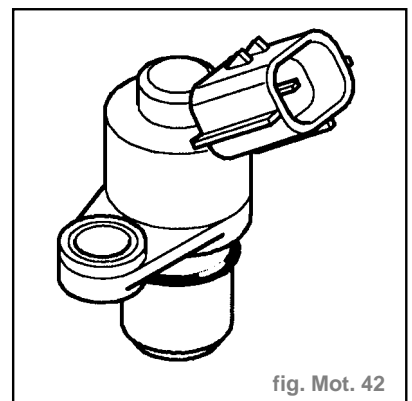

fig. Mot. 42
- Capteur de position d'arbre à cames (fig. Mot. 42) :